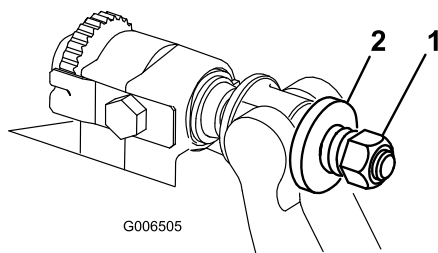

Figura 32
4. Serrate i dadi di bloccaggio allo stesso modo, su ambo i lati, in modo che le rondelle in acciaio esterne non possano essere ruotate manualmente. Poi allentate i dadi di bloccaggio finché le rondelle in acciaio esterne possono essere ruotate manualmente ma non sia più presente il gioco finale della barra di appoggio (Figura 32).
10. Serrate il dado su ciascun gruppo di regolazione della barra di appoggio fino a comprimere completamente la molla di compressione, quindi allentate il dado di 1/2 giro (Figura 32).